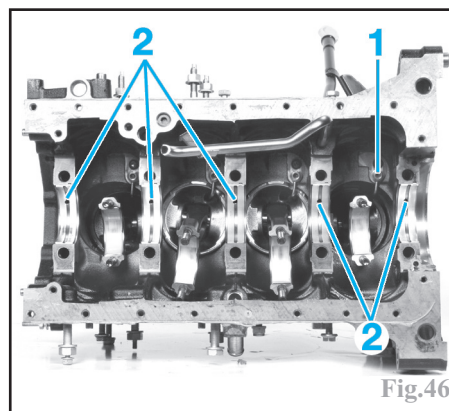

Fig.46
Reposer les gicleurs de fond de pistons (1) (Fig.46).